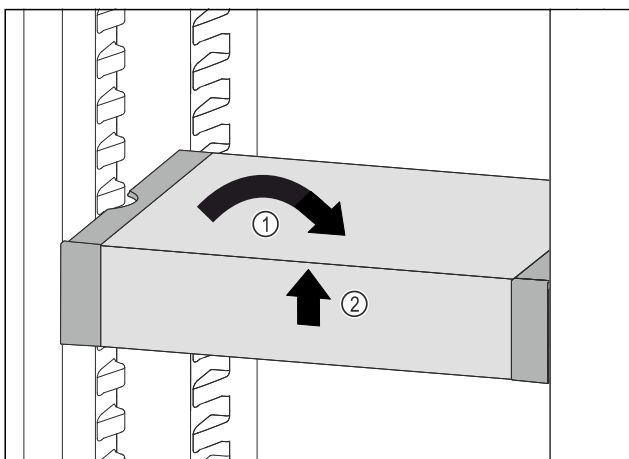

Fig. 115
- ▶ Collocare VarioSafe in maniera dritta. Fig. 115 (1)
- ▶ Sollevare VarioSafe dal lato anteriore. Fig. 115 (2)